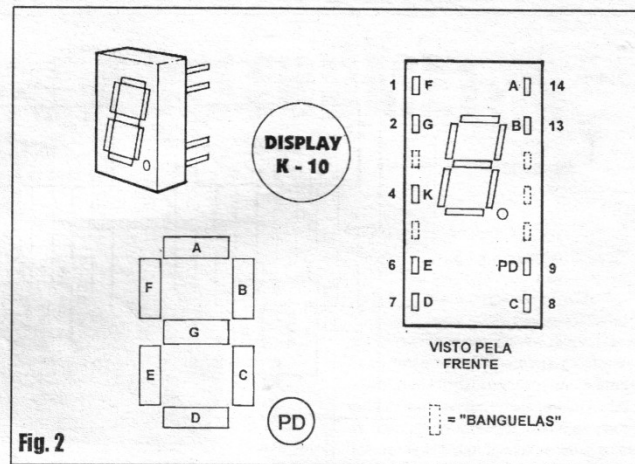

Fig. 2
- FIG. 2 - DETALHANDO O DISPLAY ESTREITO (K-10) - Como se trata de um componente em modelo e código não costumeiramente utilizados nas nossas montagens, vamos *dar um boi* para a turma, detalhando o *display* de LEDs indicado na LISTA DE PEÇAS... Ao contrário dos *displays* padrão, que são mais *quadrados*